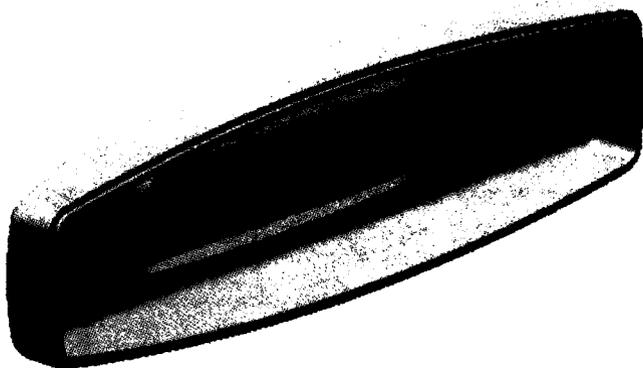

Рис. 9.6. Выступ добавлен на тело Front
8. Нажмите **ОК**, чтобы поместить элемент с настройками по умолчанию, как показано на рис. 9.6.